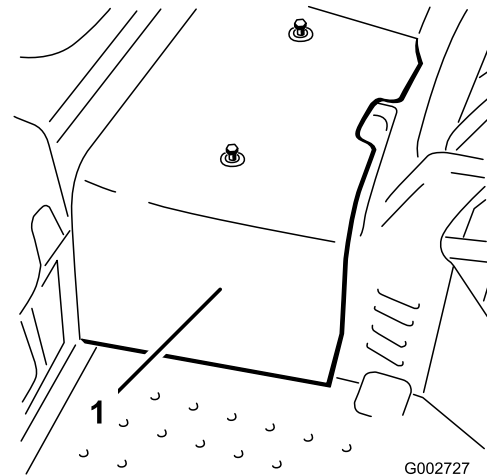

Figura 38
2. Retire las 2 tuercas que fijan la cubierta central a la máquina y retire la cubierta (Figura 38).